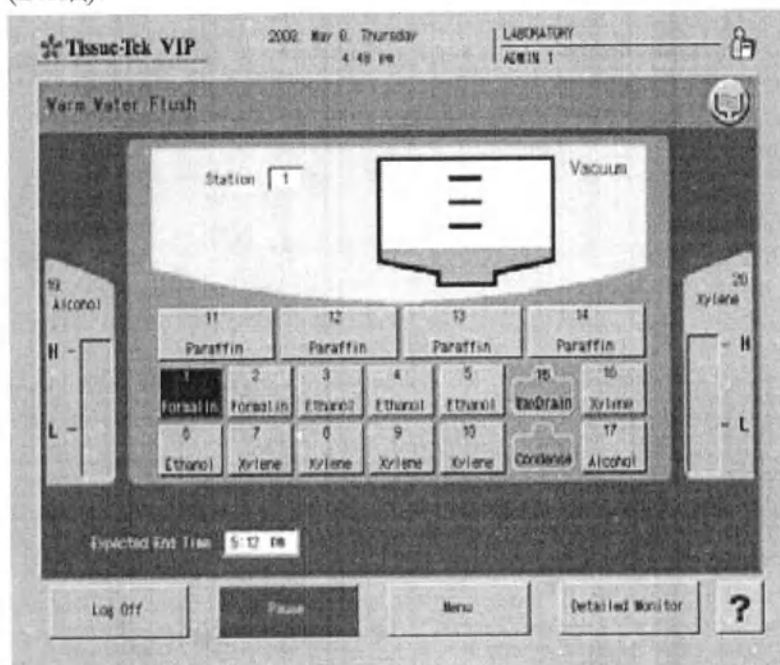

Рис. 126 Подробный монитор «Промывка теплой водой»
- Чтобы закрыть окно, нажмите «Exit» (Выйти). Появится обзорный монитор «Warm Water Flush» (Промывка теплой водой) (Рис. 126).